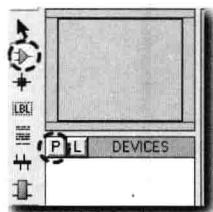

图 1.19 选择元器件
(2) 双击 ISIS 图标, 运行 ISIS 程序, 进入编辑界面。如需新建设计文档, 可以用“File”→“New Design”命令新建, 也可以单击  按钮新建。文件新建好后, 记得随时单击  按钮保存。
(3) 左侧工具栏单击  按钮, 然后在预览窗口下单击  按钮, 如图 1.19 所示。